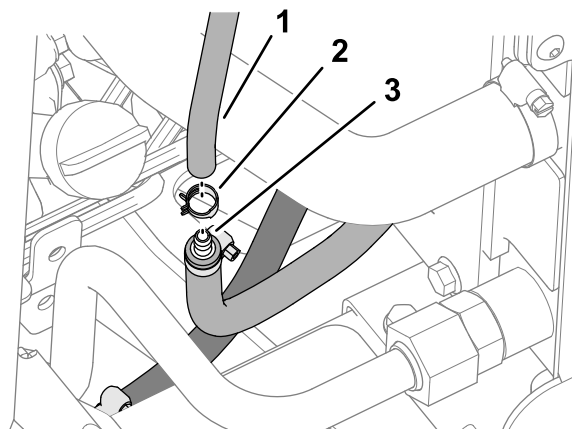

Figura 18
2. Instradate l'altra estremità del flessibile del filtro del carburante verso l'altro flessibile del refrigeratore del carburante (Figura 18).
3. Montate il flessibile del filtro del carburante e una fascetta stringitubo a molla sul raccordo dentellato del flessibile esterno del refrigeratore del carburante (Figura 18).